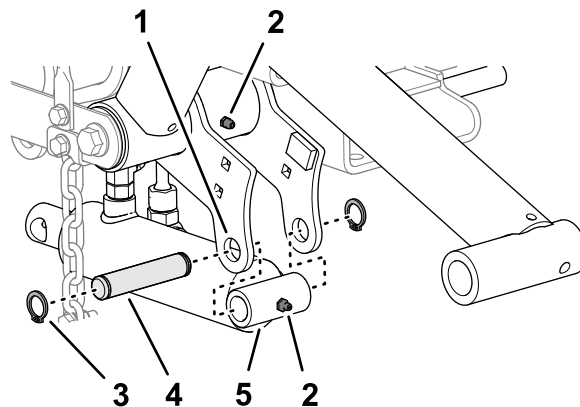

Bild 10
1. Richten Sie das Kappenende des Hubzylinders auf die Löcher in den linken Hubarmflanschen aus (Bild 10).
2. Montieren Sie den Zylinder mit dem Befestigungsstift und den beiden Sprengringen an den Flanschen (Bild 10).
3. Tragen Sie Lithiumfett Nr. 2 auf die Schmiernippel des Hubarms und des Hydraulikzylinders auf (Bild 10).